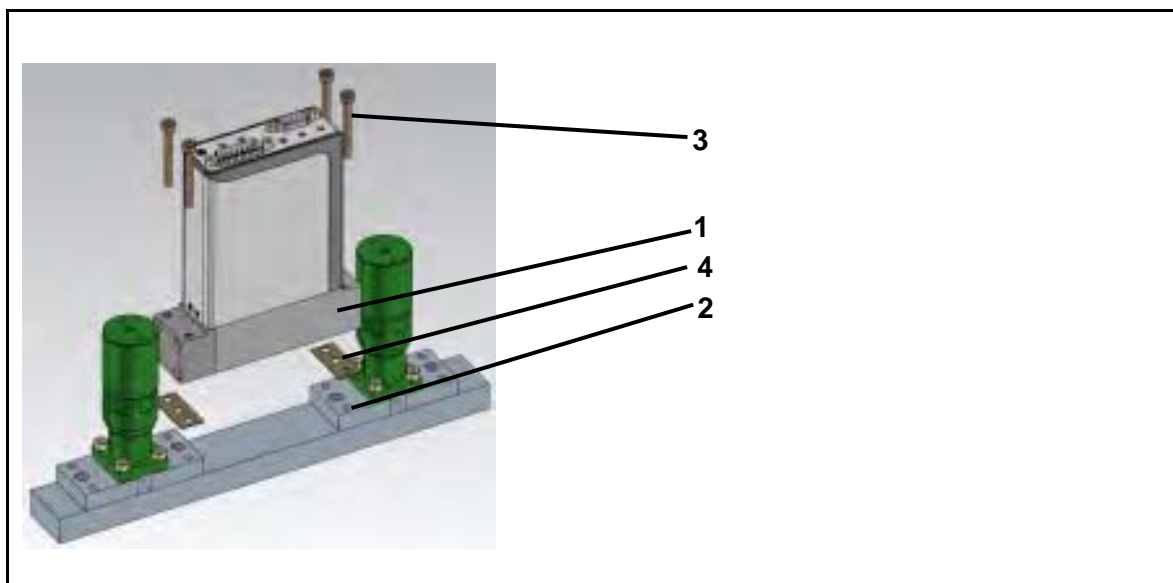

図 2-2 K1 集積ブロックへの GF80 シリーズの取り付け
1. 図 2-2 を参照してください。ダウンポート継手(1)が使用される場合、GF80 シリーズは K1 シリーズ集積ブロック(2)に 4 本のねじ(3)で取り付けられます。そのねじ止めの前に GF80 シリーズと集積ブロックの間にメタル C シール(4)(装置組立者から供給)を挿入します。これらのメタルシールは MFC の設置を実施する度に交換してください。
3. 図 2-2 を参照してください。2 枚のシール(4)を K1 ブロックのガス流路の上に挿載せませず。GF80 シリーズの取り付け穴を K1 集積ブロックの上に注意深くあわせませず。取り付けねじを GF80 の取り付け穴を通し、手締めしてください。